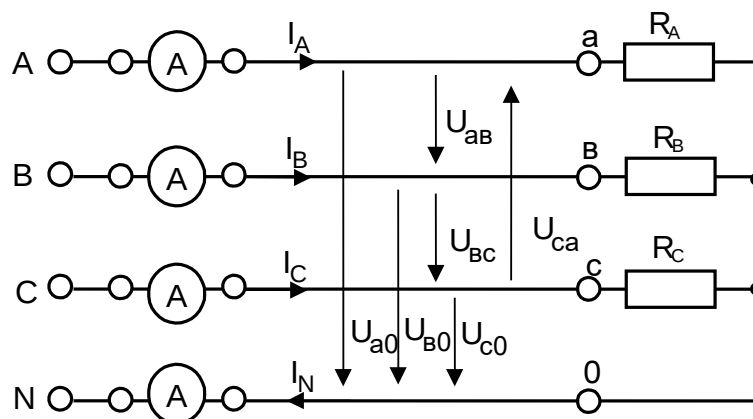
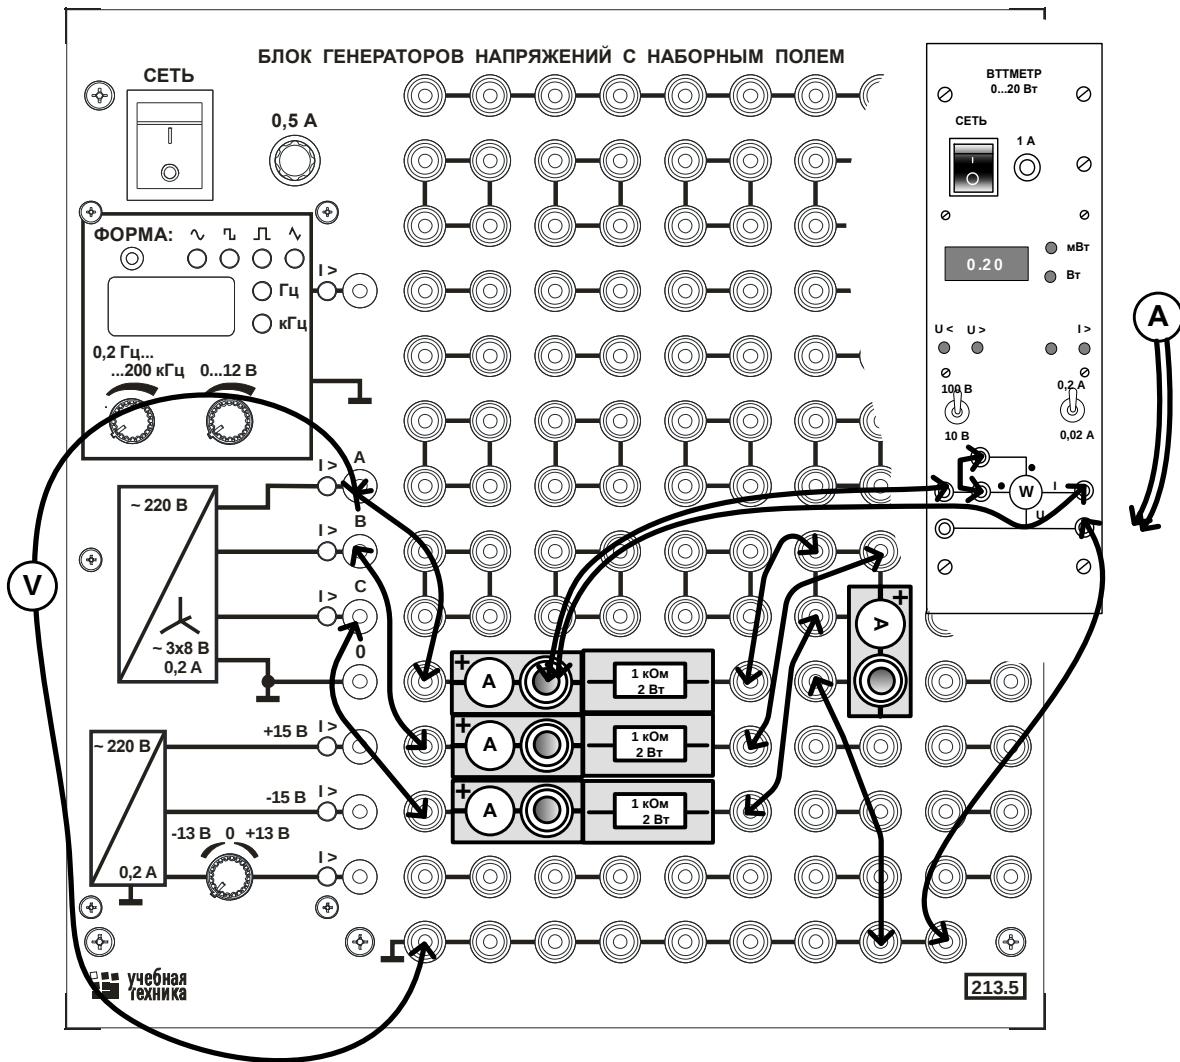

Рис. 4.1. Трёхфазная цепь по схеме «звезда».
Рис. 4.4. Монтажная схема.
Если нагрузки (приемники) соединены в трехфазную цепь по схеме «звезда» (рис. 4.1), то к сопротивлениям нагрузки приложены фазные напряжения. Линейные напряжения ( $U_L$ ) в  $\sqrt{3}$  раз больше фазных ( $U_\Phi$ ), а линейные токи ( $I_L$ ) равны фазным ( $I_\Phi$ ) и определяются по закону Ома:
- Соберите цепь с симметричной активной нагрузкой ( $R_A = R_B = R_C = 1 \text{ кОм}$ ) согласно принципиальной схеме (рис. 4.1) и монтажной схеме (рис.4.4).